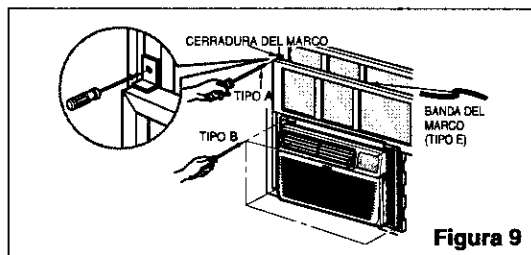

Figura 9
Extienda los paneles corredizos para llenar la abertura de la ventana, usando los 4 tornillos (TIPO B) para fijarlos, como se muestra en la Figura 9.
- Corte la junta de espuma (TIPO E) a la anchura de la ventana. Meta la junta de espuma entre el marco inferior y superior de la ventana para evitar que entre aire e insectos en la sala, como se muestra en Figura 9.
- Coloque el soporte en L restante en uno de los dos lados de la ventana utilizando un tornillo (TIPO A). Consulte el detalle de Figura 9. La instalación de este soporte evita que la unidad caiga cuando se levante la ventana.